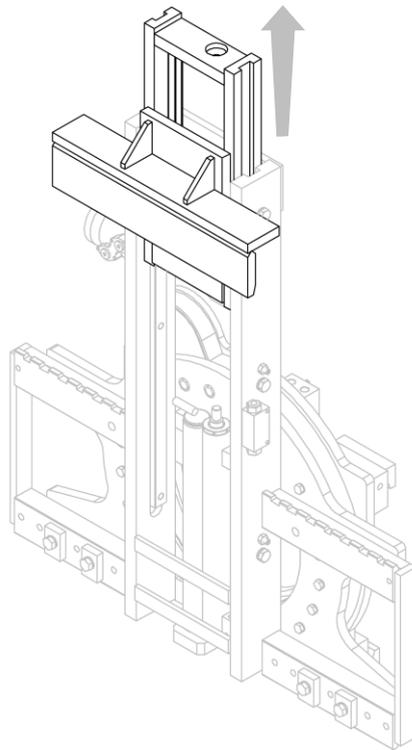

Abbildung 24
3. Bauen Sie die bewegliche Konstruktion aus (siehe *Abbildung 24*).